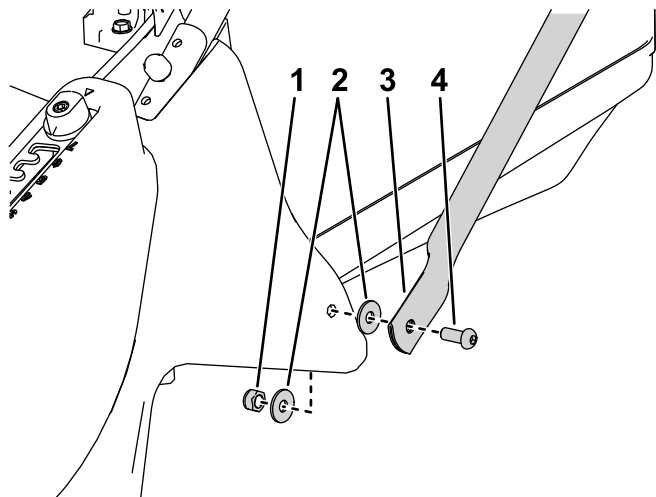

Figura 4
3. Montați partea inferioară a clemei barelor de ghidare pe fiecare parte a punii mainii de tuns iarba folosind un urub, aibe plate pe interiorul i exteriorul punii i o contrapiuliă (Figura 4).